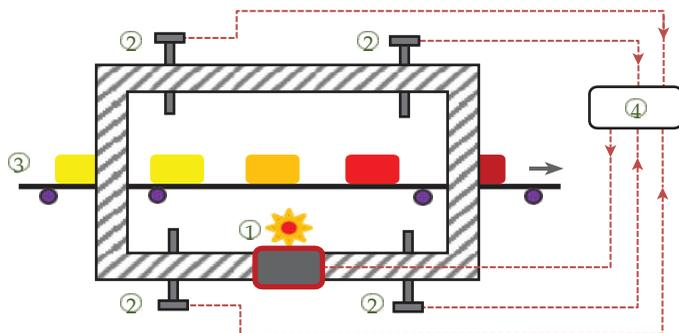

Рис. 1.5
Когда продукт подвергается термической обработке, это обычно делается в печи или духовке или, если продукт жидкий, в резервуаре с подогревом. В большинстве случаев критическим аспектом этого процесса является то, какой температуры достигает продукт и время, в течение которого продукт подвергается воздействию тепла. Во многих случаях существует два лимита: максимальный и минимальный. Если температура слишком низкая, обработка продукта может быть недостаточно хорошей. Если температура становится слишком высокой, продукт может быть поврежден или даже разрушен. Важной технической проблемой здесь является то, что датчик температуры не всегда измеряет фактическую температуру продукта. Так или иначе, мы должны использовать измеренную температуру для расчета или оценки фактической температуры продукта. В примере, показанном на рис. 1.5, изделия перемещаются по ленте (3) через печь. Нагреватель (1) расположен в нижней части печи. При использовании среднего значения четырех датчиков температуры (2) показания температуры в контроллере (4) становятся более